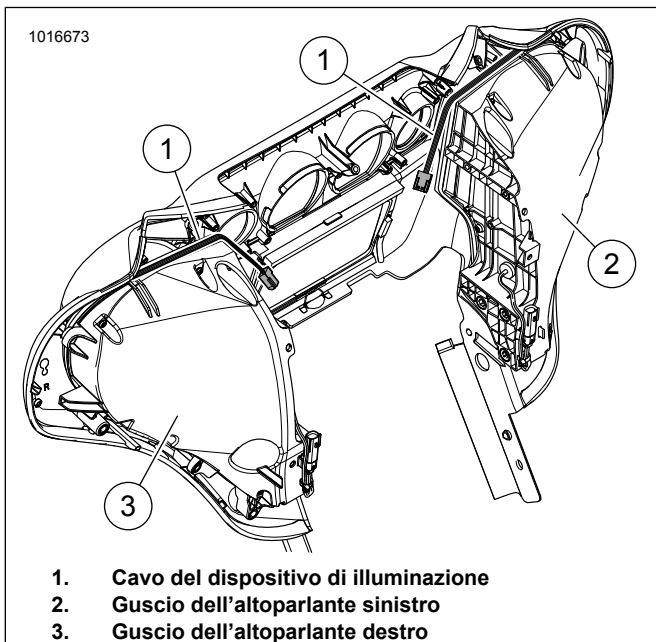

Figura 7. Mostrata carenatura FLH, la disposizione del cavo per FLTR è simile
7. Vedere la figura 7. Fare passare il cavo del dispositivo di illuminazione (1) nel modo illustrato.